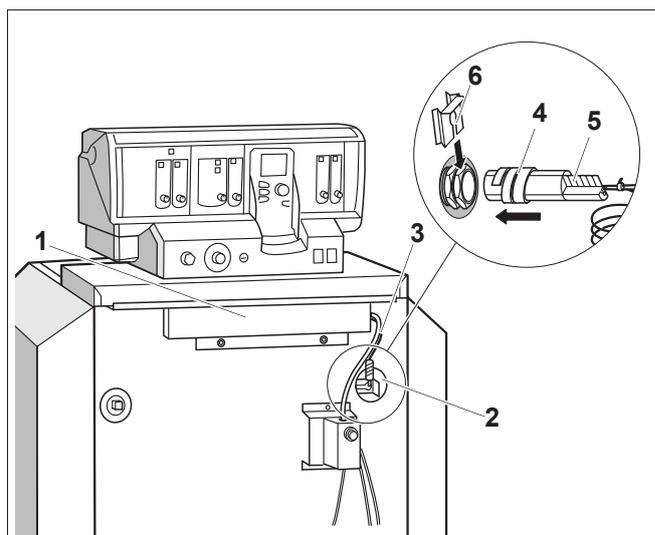

Рис. 12 Передняя крышка котла
- Снять крышку ниши для кабеля (рис. 12, **поз. 1**).
- Провести капиллярные трубки температурных датчиков и, для системы управления серии Logamatic, провод датчика температуры котловой воды под передней крышкой котла вперед к месту замера (рис. 12, **поз. 2**). Провода при этом разматывать только на необходимую длину.
- Провести провод горелки (рис. 12, **поз. 3**) под передней крышкой котла назад к подключению системы управления.
- Температурный датчик вставить до упора в гильзу (рис. 12).
- Пластмассовая спираль (рис. 12, **поз. 4**) автоматически сдвигается назад. Компенсационная пружина (рис. 12, **поз. 5**) должна быть вставлена в гильзу.
Надеть фиксатор датчиков (рис. 12, **поз. 6**; поставка с системой управления) сбоку или сверху на оголовки гильзы (рис. 12, см. стрелку).